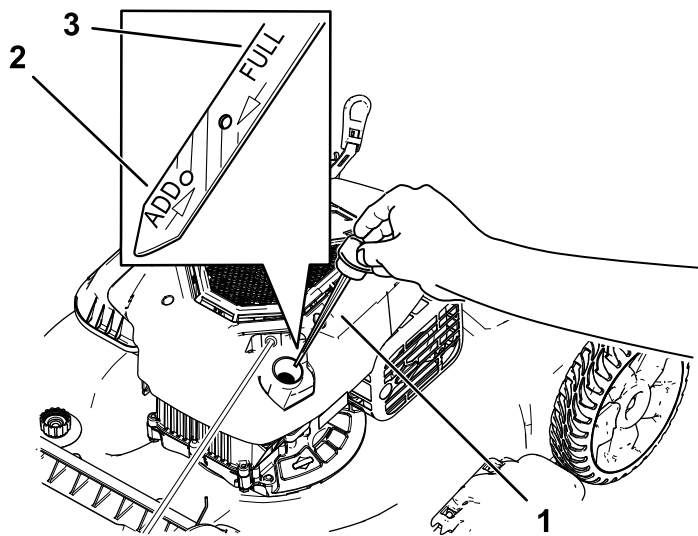

Рисунок 19
3. Выньте масломерный щуп, повернув крышку против часовой стрелки и вытянув ее (Рисунок 19).
10. Определите уровень масла по отметкам на щупе (Рисунок 19).